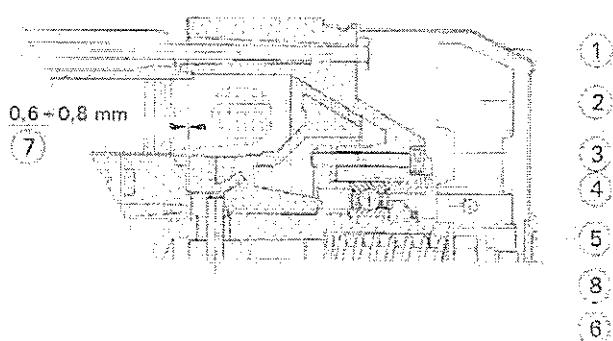

Fig.7
8.2 EINSTELLUNG DER MOTORBREMSE (Abb. 7)